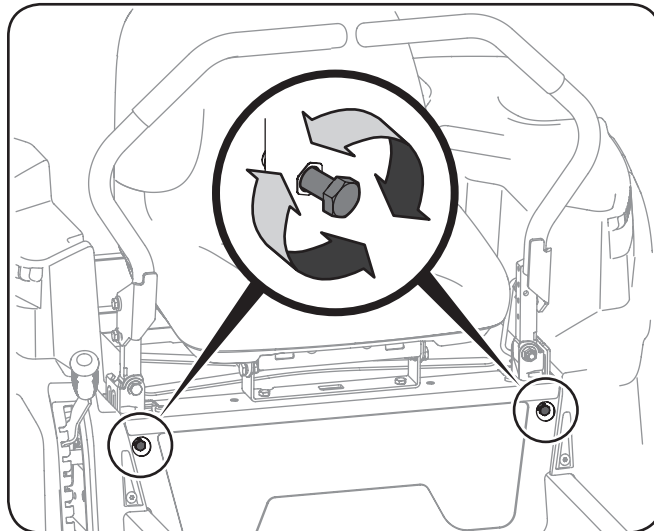

Figure 6-7
2. Repérez les boulons de réglage des barres de conduite à l'avant du châssis du siège. Voir Figure 6-7.